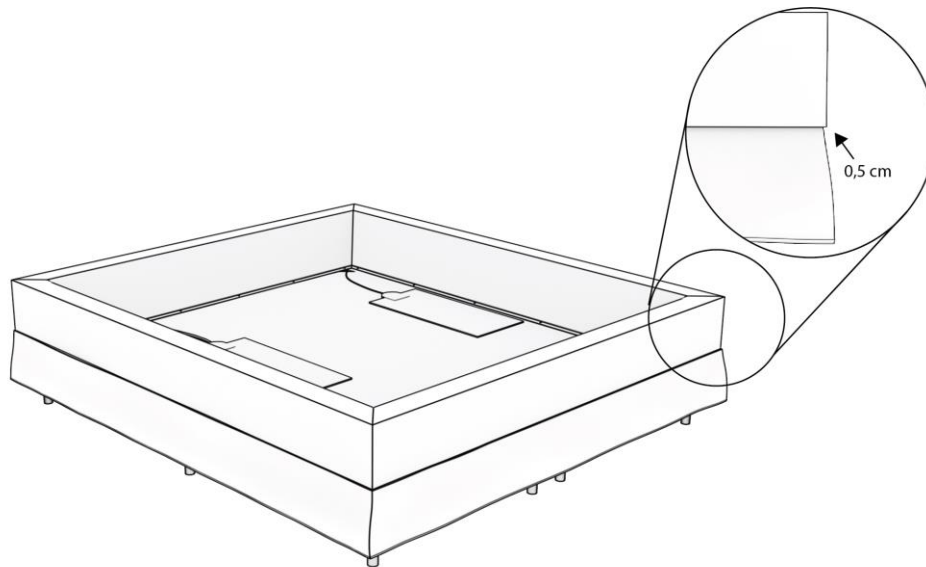

Abbildung 6: Auflegen des Schaumrandes.
Schritt 6. Positionieren Sie den Schaumrand wie in Abbildung 6 angegeben auf dem Bezug und geradlinig mit dem unteren Teil des Bettbodens.